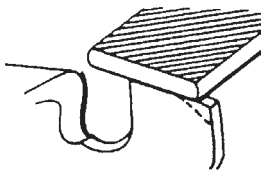

Fig. 41
- 4) Arrondir l'angle avant du limiteur de profondeur afin de conserver la forme initiale du limiteur après usage de la jauge de contrôle. Respectez toujours les valeurs recommandées pour le limiteur de profondeur et indiquées dans le manuel d'entretien ou d'utilisation de votre tronçonneuse (Fig. 41).